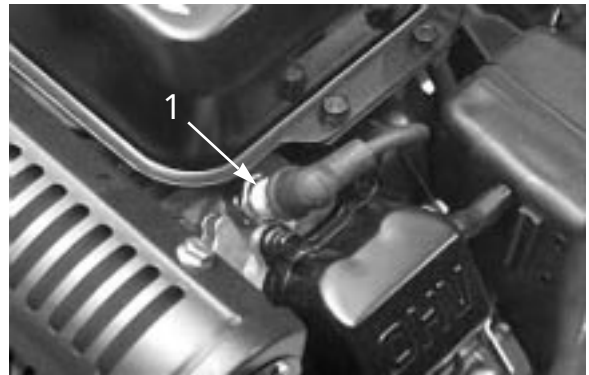

図 31
2. プラグの周囲を清掃し、シリンダ・ヘッドからプラグを外す (図 31)。